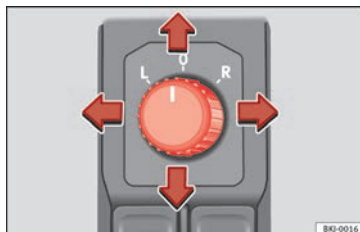

Abb. 150 Drehkopf für die Außenspiegel.
1. Drehen Sie zunächst den Drehkopf » » » **Abb. 150** in Stellung **L (linker Außenspiegel)**.
- Zum Anklappen der Außenspiegel drehen Sie den Drehkopf » » » **Abb. 150** in Stellung . Sie sollten die Außenspiegel immer anklappen, wenn Sie eine automatische